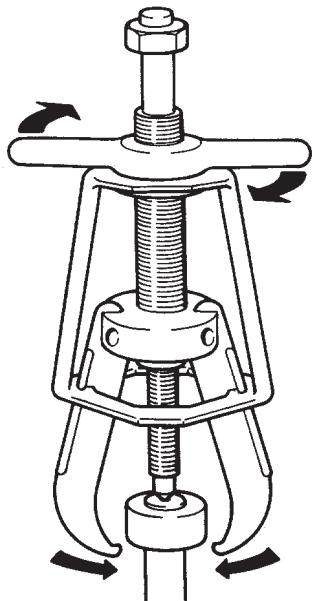

Figure 3
5. Tourner la poignée en T vers la droite pour serrer les mâchoires fermement sur la pièce. (voir la figure 3.)
4. Placer l'extracteur sur la pièce à extraire. (voir la figure 3.) Lorsque seule la bague de roulement intérieure reste sur l'arbre, nettoyer ce dernier à la toile émeri et engager les mâchoires dans la gorge à billes. Si les mâchoires semblent sortir de la gorge, relâcher la pression hydraulique et resserrer la poignée en T à la main. Cela peut s'avérer nécessaire pour engager correctement les mâchoires dans la cage lorsque l'extracteur est neuf.